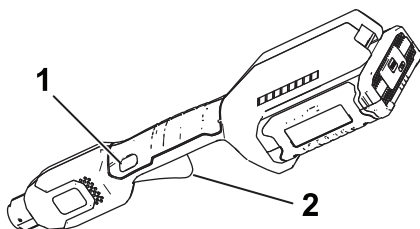

Bild 8
4. Drücken Sie zum Anlassen des Freischneiders die Arretierungstaste und drücken Sie dann den Abzug für die variable Geschwindigkeit (**Bild 8**).